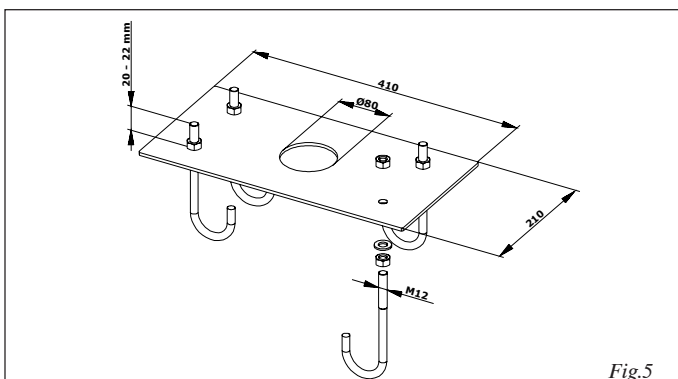

Fig.5
- Ensamblen la placa de cimentación tal y como se indica en la fig.5.